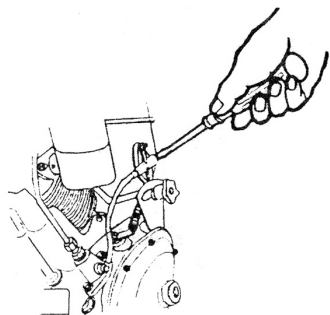

Fig. 3
2.4- Soltar o parafuso de retorno na bomba de injeção de combustível ou soltar a conexão de combustível dos tubos, de modo que o ar, se houver, na tubulação do combustível pode sair. Quando for observado que o combustível está sem bolhas de ar, reapertar o parafuso de retorno ou as conexões (Fig. 3).